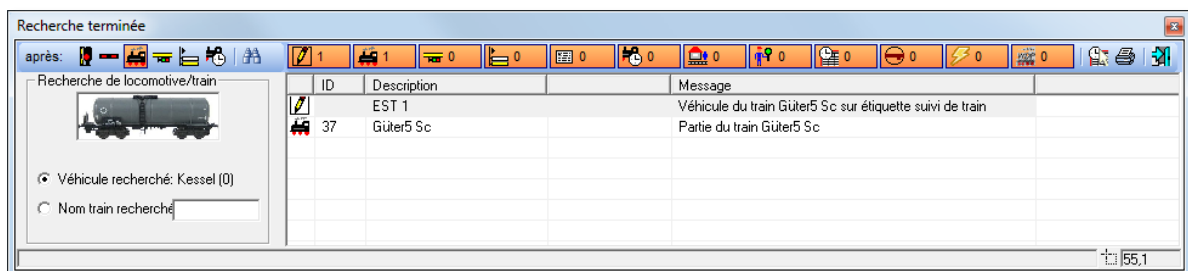

Fig. 14.15 La recherche d'un wagon particulier
- La Fig. 14.15 montre le résultat de la recherche d'un wagon particulier (citerne). L'image du véhicule a été glissée du moniteur de wagons dans la fenêtre de recherche. Le résultat de la recherche affiche deux entrées.